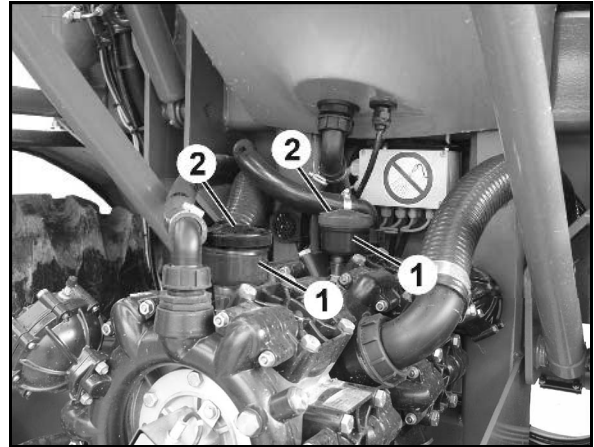

Fig. 164
1. Oliestanden skal være synlig i markeringen (Fig. 164/1), når pumpen står stille i vandret position.
2. Dækslet (Fig. 164/2) tages af og olie fyldes på, hvis oliestanden ikke er synlig i markeringen (Fig. 164/1).
2. Dækslet (Fig. 164/2) afmonteres.
5. Indgangsakslen drejes henholdsvis til højre og venstre. Samtidig hældes der langsomt nyt olie på. Den korrekte oliemængde er hældt på, når olien er synlig i markeringen (Fig. 164/1).